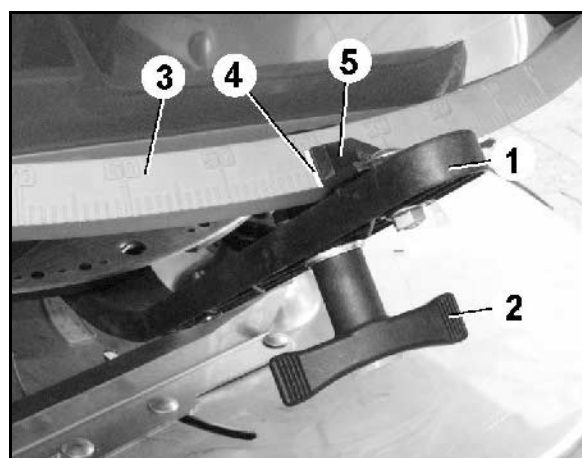

Fig. 11
Mængdeindstillingen foretages derefter på baggrund af spredetabellen ved hjælp af indstillingsgreb (Fig. 11/1).
2. Løsn vingemøtrikken (Fig. 11/2).
3. Find den nødvendige spjældstilling på skalaen (Fig. 11/3).
4. Stil aflæsningskanten (Fig. 11/4) til indstillingsgrebsviseren (Fig. 11/5) på skalaværdien.
5. Spænd vingemøtrikken (Fig. 11/2) godt.